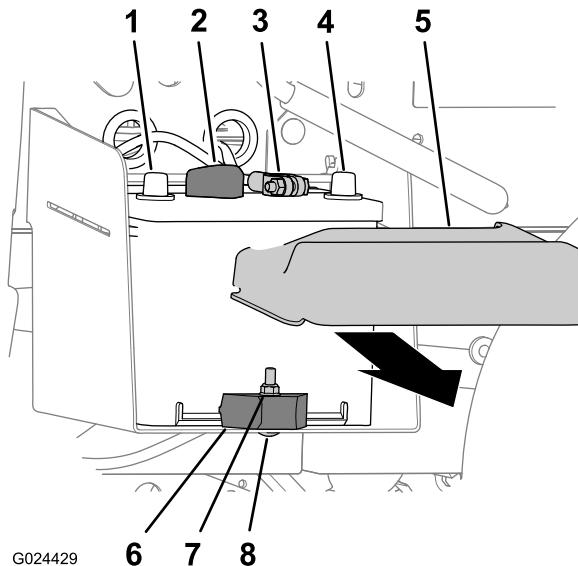

Figura 47
- Aperte os lados da cobertura da bateria e retire a cobertura da parte superior da bateria (Figura 47).
- Desligue o cabo positivo da bateria (Figura 47).
- Desligue o cabo negativo da bateria (Figura 47).
- Retire a porca de bloqueio, o parafuso de carroçaria e o grampo da bateria que fixa a bateria ao tabuleiro da bateria (Figura 47).
- Retire a bateria do tabuleiro da bateria (Figura 47).
- Alinhe a bateria com o tabuleiro da bateria da máquina (Figura 47).
- Nota:** Certifique-se de que os pólos positivo e negativo da bateria estão alinhados conforme indicado na Figura 47.
- Fixe a bateria ao tabuleiro da bateria com o grampo da bateria, o parafuso de carroçaria e a porca de bloqueio (Figura 47).
- Ligue o cabo positivo da bateria ao terminal da bateria (Figura 47).
- Ligue o cabo negativo da bateria ao terminal da bateria (Figura 47).
- Coloque a tampa da bateria na parte superior da bateria (Figura 47).